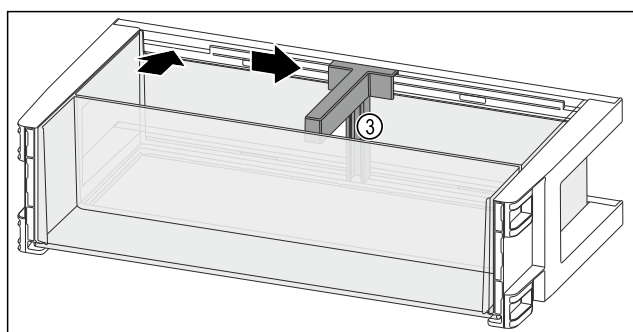

Fig. 115
- ▶ Włożyć uchwyt butelek Fig. 115 (3) do zagłębienia.
- ▶ Przesunąć uchwyt butelek Fig. 115 (3) na wybraną pozycję na bok.